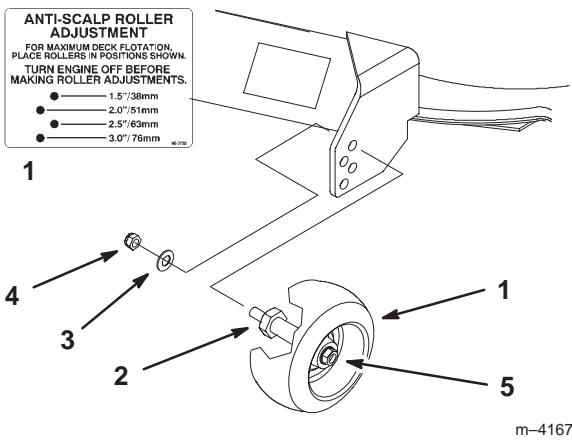

Figure 19
- Lorsque la hauteur de coupe est réglée, enlevez l'écrou et la rondelle tout en maintenant le goujon avec une clé (Fig. 19).
- Remarque :** N'enlevez pas l'écrou et la rondelle de la roue (Fig. 19).
- Choisissez le trou pour que la roue de jauge se trouve le plus près possible de la hauteur de coupe correspondante voulue (Fig. 19).
- Remettez l'écrou à collet et la rondelle élastique. Serrez à 54,2–61,0 Nm (40–45 pieds-livre) (Fig. 19).